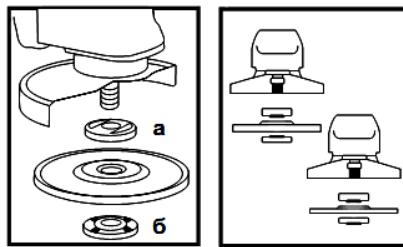

Рисунок 2
**4.4** Встановіть на виріб шліфувальний або відрізний круг. Для цього натисніть на кнопку фіксації шпинделя (1) і поверніть його до такого положення, при якому він зафіксується. За допомогою вілочного ключа з комплекту виробу відверніть і зніміть затискну гайку (б) (дивіться рисунок 2). Встановіть шліфувальний диск на посадкове місце фланцевої шайби (а) (рисунок 2), наживіть рукою затискну гайку на шпиндель і затягніть її ключем з комплекту приладу.